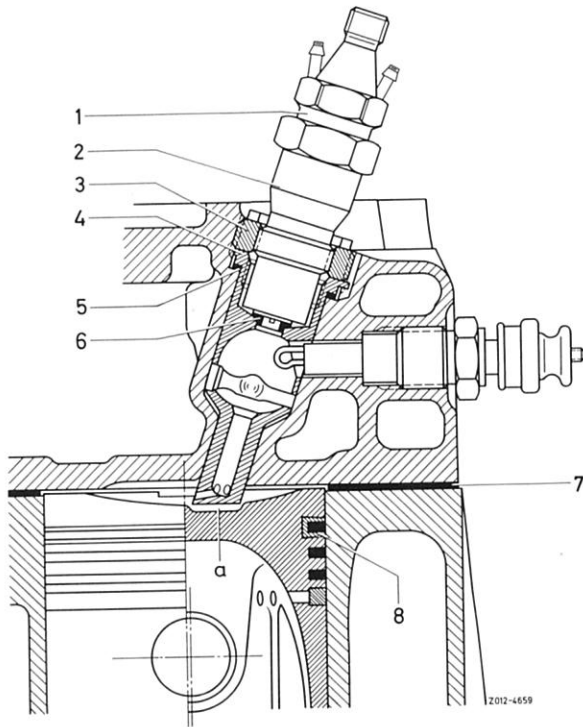

Bild 01–25/4
5 Dichtring (5) aus dem Zylinderkopf heraus-nehmen (Bild 01–25/4).
6 Wird die ausgebaute Vorkammer wieder eingebaut, Vorkammer auf einwandfreien Zu-stand prüfen. Einen guten Maßstab dafür gibt der in der Vorkammer angebrachte Kugelstift. Einwandfrei ist er dann, wenn die Kugel nicht angebrannt ist und zwischen Kugel und Stift der Übergangsradius ca. 10 mm beträgt (Bild 01–25/4).
Kleinster Abstand zwischen Stirnfläche Vor-kammer und Kolbenboden-Aussparung = 1,35 mm (Bild 01–25/4).